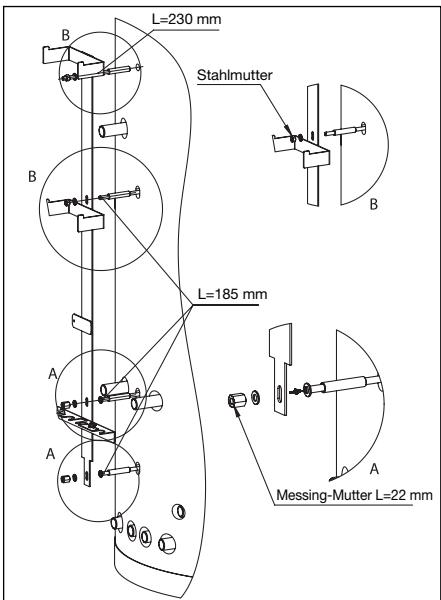

Abb. 8 Montage Gruppe Halterung
- Gruppe Halterung montieren (Abb. 8)
- Die Gewindestangen in die am Speicher angegeschweißten Muttern einschrauben (Achtung: In die oberste Mutter muss die Stange L = 230 mm eingeschraubt werden! In die unteren drei Muttern die Gewindestangen L = 185 mm einschrauben!) (Abb. 8)